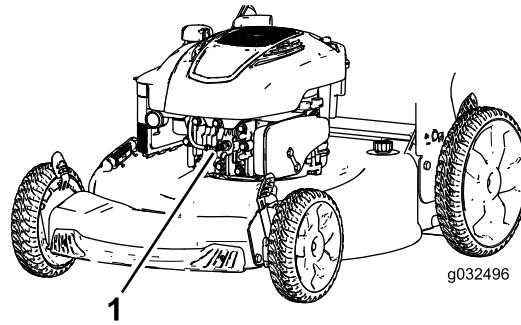

Figure 21
- Débranchez le fil de la bougie (Figure 21) avant de procéder à un quelconque entretien.